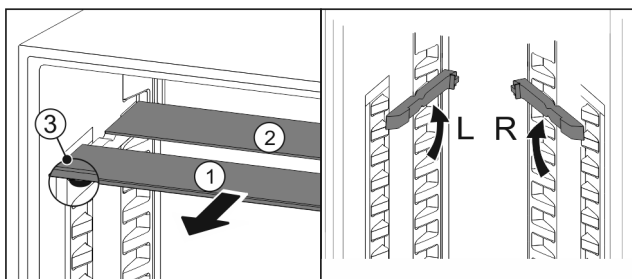

Fig. 34
- ▶ Glasplaten afzonderlijk vanaf de voorkant eruit trekken Fig. 34 (1).
- ▷ Glasplaat Fig. 34 (1) met sierlijst ligt voor.
- ▷ Stops Fig. 34 (3) zijn naar onder gericht.